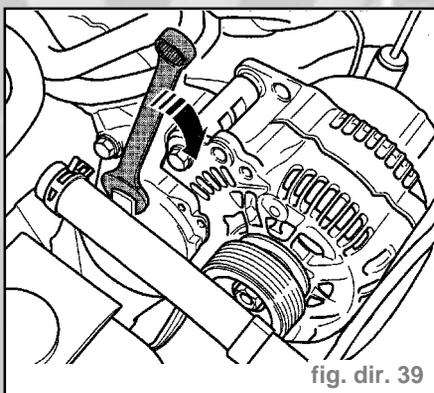

fig. dir. 39
- Faire pivoter le galet-tendeur avec une clé à fourche dans le sens de la flèche (fig. dir. 39).